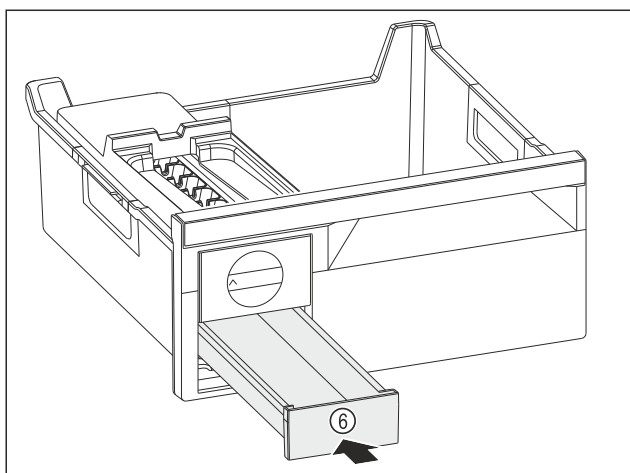

Fig. 126
- Ijsblokjesvak Fig. 126 (6) inschuiven.